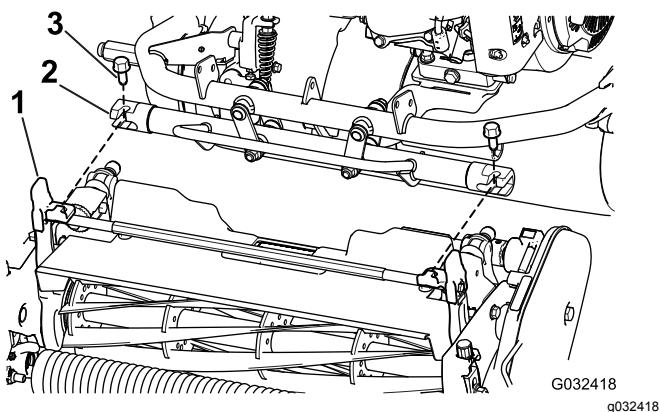

Bild 7
- Bewegen Sie den Maschinenrahmen nach vorne, bis er in die Gelenkkarre der Schneideeinheit greift Bild 7.
- Befestigen Sie den Maschinenrahmen mit den zwei Schrauben ($\frac{3}{8}'' \times \frac{3}{4}''$) an den Gelenkkarmen der Schneideeinheit (Bild 7).